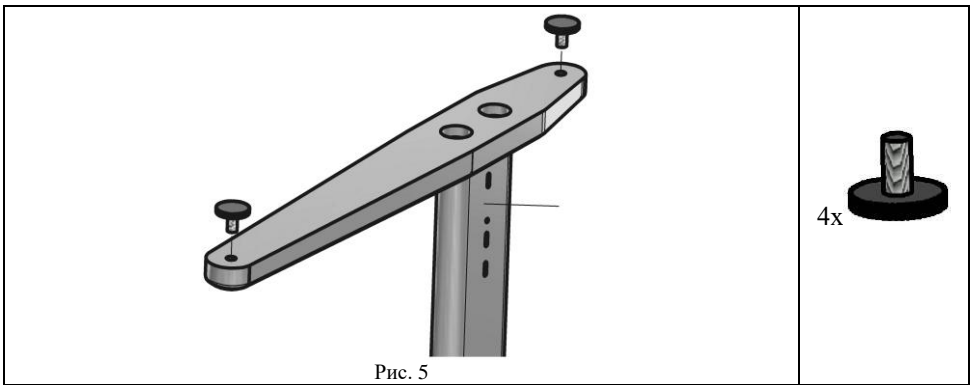

Рис. 5
5.2.1 В левую, правую стойку (поз. 1и2, упаковочное место 2) снизу вкрутить ножки черные (поз. 1, пакет №8), см. рис. 5.